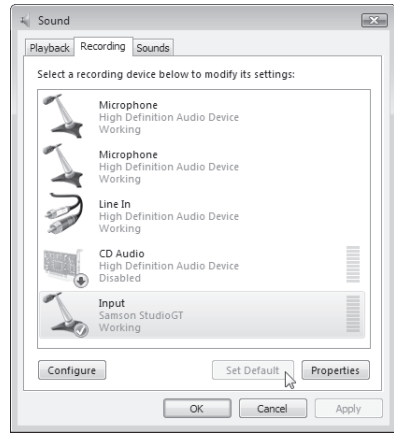

Figure 2
2. Une fois les pilotes installés, un message vous indique que "Le nouveau périphérique est installé et prêt à l'utilisation" (Figure 2). Le message ne s'affiche qu'une fois pour ce port USB.
4. Si le périphérique par défaut est autre chose, modifiez le choix dans le panneau de contrôle du son (Figure 2).